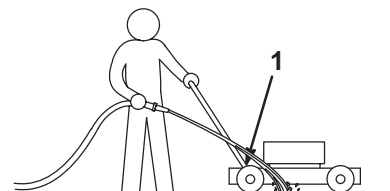

Figure 19
3. Tenir le tuyau d'arrosage à la hauteur du mancheron et diriger le jet vers le sol, juste devant la roue arrière droite (Fig. 19).